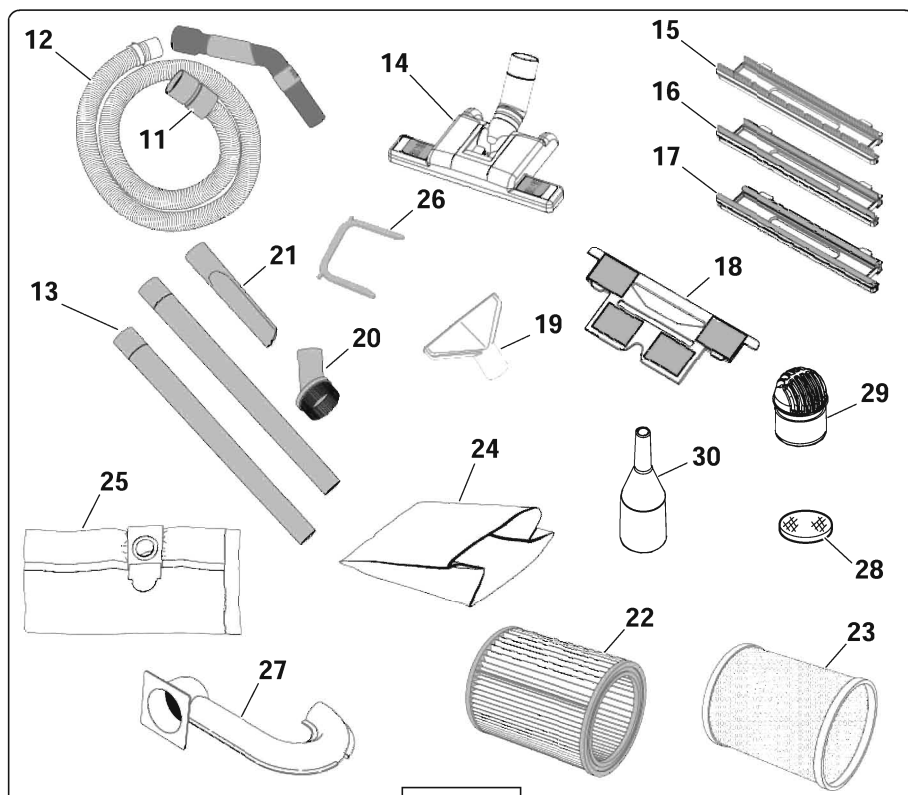

Fig. 03
Accessori disponibili (fig. 03) :
- TUBO FLESSIBILE** (fig. 03 - pos. 11) - Inserire il tubo flessibile nel bocchettone di aspirazione (fig. 04). Il sistema di aggancio del bocchettone rende il tubo girevole su sé stesso per una facile manovrabilità.
- IMPUGNATURA** (fig. 03 - pos. 12) - Con semplicità è possibile regolare meccanicamente il flusso d'aria che fuoriesce dalla ghiera mobile (fig. 05).
- TUBI DI PROLUNGA** (fig. 03 - pos. 13) - Utilizzare 1 o 2 tubi prolunga per praticità e comodità d'uso dell'apparecchio. Tutti gli accessori si possono montare sia sui tubi di prolunga che sull'impugnatura direttamente.
- SPAZZOLA UNIVERSALE** (fig. 03 - pos. 14) - Per aspirare sia sporco solido che liquido su ogni tipo di superficie, cambiando semplicemente l'appropriato Telaio.
- BOCCHETTA PICCOLA** (fig. 03 - pos. 19) - Utile per aspirare superfici morbide come divani, poltrone, materassi, cuscini, sedili automobile, ecc.
- PENNELLO** (fig. 03 - pos. 20) - Utile per smuovere e aspirare la polvere su tutte le superfici, mobili, cornici, ecc.
- BOCCHETTA A LANCIA** (fig. 03 - pos. 21) - Per aspirare negli angoli o comunque in posti di difficile accesso come caloriferi, battiscopa, cassonetti, tapparelle, ecc.
- FILTRO ARIA MOTORE** (fig. 03 - pos. 22) - Il filtro aria motore va sempre usato per aspirare sporco secco/solido. Il mancato utilizzo provoca gravi danni (vedasi Terzo e Quarto Metodo di Utilizzo).
- FILTRO IN RETE PER LIQUIDI** (fig. 03 - pos. 23) - L'utilizzo di questo filtro è indispensabile per aspirare sporco liquido e sporco solido/secco (vedasi Primo e Secondo Metodo di Utilizzo).
- ⚠ ATTENZIONE:** Il mancato uso del filtro (fig. 03 - pos. 22-23) provoca gravi danni al motore e comporta la decadenza automatica della garanzia.
- SACCHETTO PROTEZIONE FILTRO ARIA MOTORE** (fig. 03 - pos. 24) - Serve a protezione del filtro aria motore e proprio per questa ragione è necessario l'uso, soprattutto se si devono aspirare detriti polverosi o ingombranti (vedasi Terzo Metodo di Utilizzo).
- SACCHETTO RACCOGLITORE ECOLOGICO** (fig. 03 - pos. 25) - E' un capiente sacchetto per la raccolta della polvere che mantiene pulita la vasca di raccolta (vedasi Quarto Metodo di Utilizzo).
- FORCELLA TENUTA ACCESSORIO FILTRO ACQUA E TENUTA SACCHETTO RACCOGLITORE ECOLOGICO** (fig. 03 - pos. 26) - La forcella serve a bloccare nella propria sede d'inserimento sia l'accessorio filtro acqua che il sacchetto raccoglitore ecologico.
- ACCESSORIO FILTRO ACQUA** (fig. 03 - pos. 27) - L'uso di questo accessorio permette di aspirare contemporaneamente sporco liquido e sporco secco/solido (vedi Primo e Secondo di Utilizzo).
- FILTRO USCITA ARIA** (fig. 03 - pos. 28) - Per una maggior efficienza, si consiglia di tenerlo sempre pulito: basta toglierlo dal tappo, lavarlo sotto acqua corrente e lasciarlo asciugare prima di riposizionarlo nel tappo soffiatore.
- ACCESSORIO GONFIA-PALLONCINI** (fig. 03 - pos. 30) - Utilizzare questo accessorio sull'impugnatura per gonfiare i palloncini, sfruttando l'aria del soffiatore.